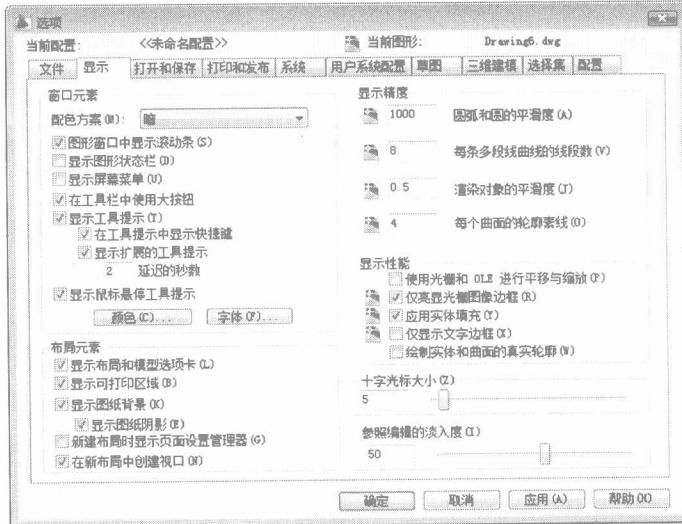
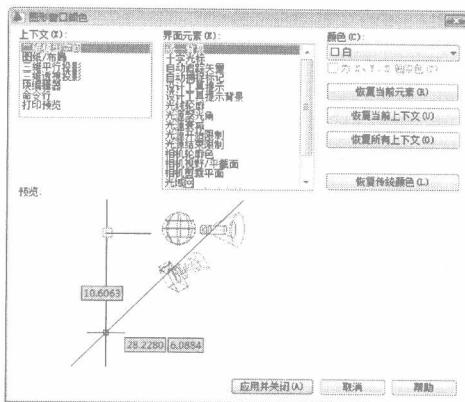

图 1-2 “选项”对话框中的“显示”选项卡
图 1-3 “图形窗口颜色”对话框
十字光标的方向与当前用户坐标系的 X 轴、Y 轴方向平行，长度由系统预设为屏幕大小的百分之五，用户可以根据绘图的实际需要更改其大小。改变十字光标大小的方法为：在操作界面中选择“工具”菜单中的“选项”命令。屏幕上将弹出“选项”对话框。打开“显示”选项卡，在“十字光标大小”区域中的文本框中直接输入数值，或者拖动编辑框后的滑块，即可对十字光标的大小进行调整，如图 1-2 所示。
- Step01 在图 1-2 所示的选项卡中单击“窗口元素”区域中的“颜色”按钮，将打开图 1-3 所示的“图形窗口颜色”对话框。